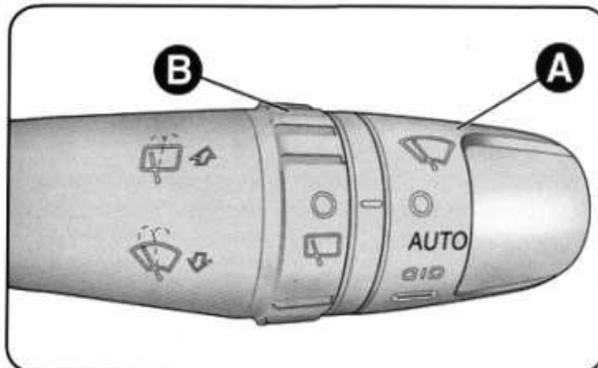

рис. 33
### ОЧИСТИТЕЛЬ/ОМЫВАТЕЛЬ ВЕТРОВОГО СТЕКЛА (рис. 33)
Датчик включается поворотом торцевого переключателя А (рис. 33) в положение автоматического режима работы (AUTO): в этом случае стеклоочиститель работает со скоростью, соответствующей количеству воды на ветровом стекле. Скорость работы варьируется от нулевой (дождя нет — ветровое стекло сухое) до второй скорости непрерывного режима (сильный дождь — на ветровом стекле вода).
Чувствительность датчика дождя регулируется вращением торцевого переключателя А (рис. 33).
- отрегулируйте чувствительность поворотом торцевого переключателя А (рис. 33).
Включение стеклоочистителя/стеклоомывателя возможно только, если ключ в замке зажигания находится в положении MAR. Работа устройства прекращается при отпускании подрулевого переключателя. При повороте торцевой переключателя В (рис. 33) из положения **О** в положение  очиститель заднего стекла работает следующим образом: